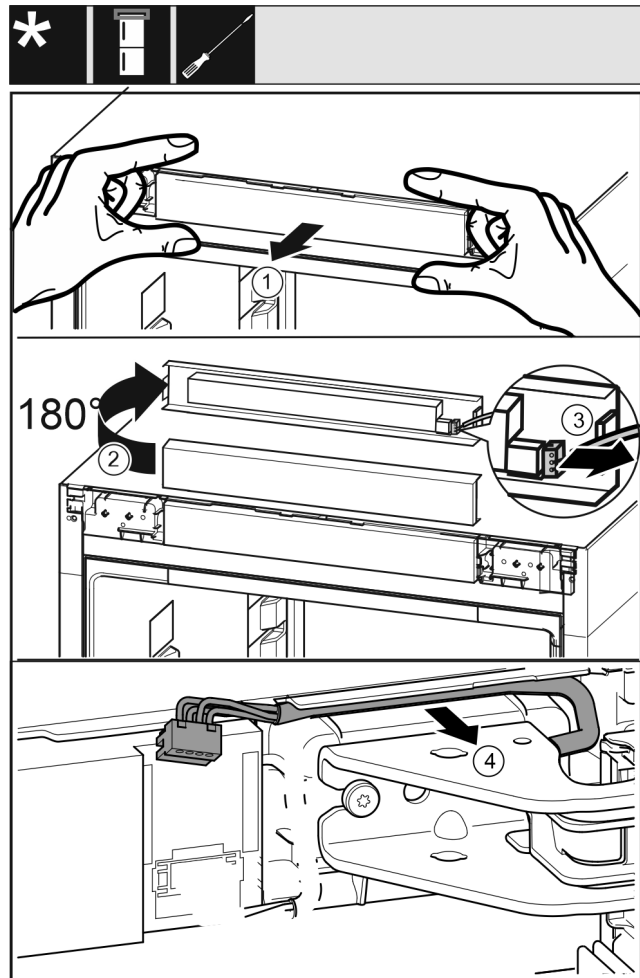

Fig. 10
- Bedienblende Fig. 10 (1) vorsichtig nach vorne lösen.
- Bedienblende Fig. 10 (2) nach oben um 180° drehen.
- Rastnase Fig. 10 (3) nach hinten drücken und den Stecker vorsichtig herausziehen.
- Kabel Fig. 10 (4) über Lagerbock vorsichtig aus der Führung lösen.